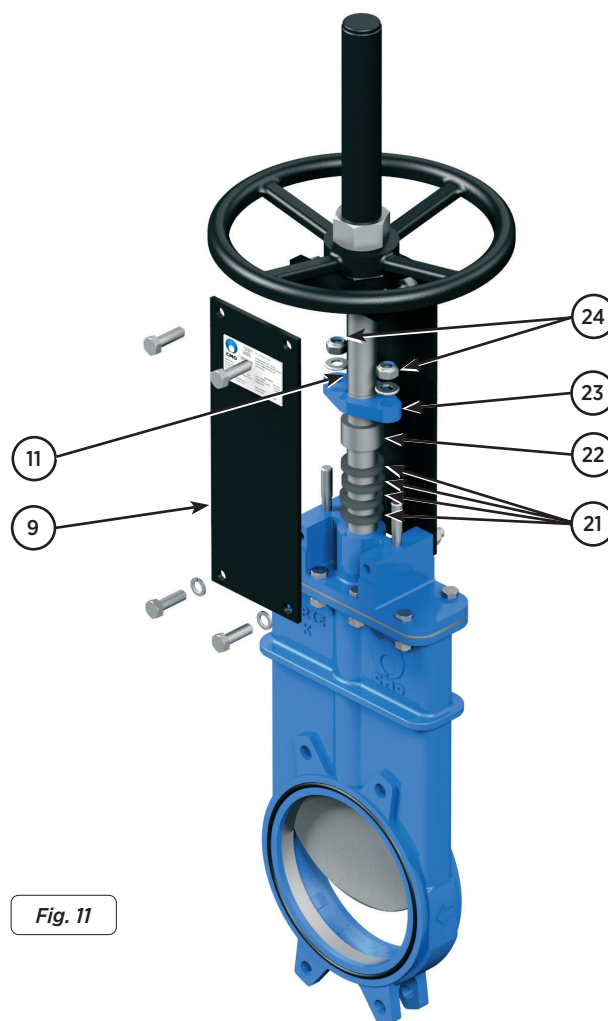

Fig. 11
3. Anche se non è imprescindibile, per maggiore comodità e per disporre di più spazio per lavorare si consiglia di allentare una piastra di supporto (9) come viene indicato nella fig. 11.
4. Allentare i dadi (24) e sollevare sul gambo la flangia premistoppa (23) e la boccola premistoppa (22).
5. Estrarre la guarnizione (21) vecchia con un utensile appuntito, facendo attenzione a non danneggiare la superficie dello stelo (11).
7. Inserire la nuova guarnizione (21). Durante questa operazione è molto importante che entrambe le estremità di ogni anello siano perfettamente unite. Qui di seguito indichiamo le dimensioni della guarnizione (tabella 3).
8. Collocare la boccola premistoppa (22) e la flangia premistoppa (23) nella sua posizione originale, tenendo conto che non devono toccare lo stelo (11), stringere accuratamente tutti i dadi (24) seguendo uno schema incrociato, assicurarsi che ci sia la stessa distanza tra la flangia premistoppa (23) e lo stelo (11) in tutto il giro. rimontare la piastra di supporto (9).